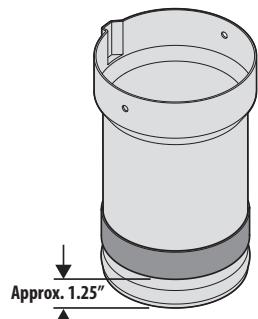

Figura 22
- Aplique una tira adhesiva de goma ancha (735-05020), sobre el tubo de extensión del canal, a aproximadamente 1.25 pulgadas del borde angosto del tubo de extensión, que debería estar aproximadamente a un cuarto de pulgada sobre el reborde del extremo angosto del tubo de extensión, como se indica en la Figura 22.